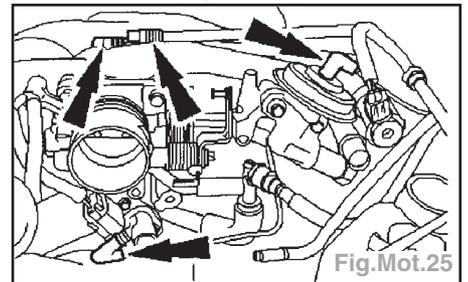

Fig.Mot.25
- couper les attache-câbles (3),
- débrancher le connecteur de commande IMRC (2),
- déposer les vis de fixation (2 vis) (1).
- Déposer la bobine d'allumage électronique (EI) et débrancher le connecteur de bobine EI.
- Débrancher les flexibles à dépression du collecteur d'admission supérieur, du clapet EGR et du régulateur de pression de carburant (Fig.Mot.25).